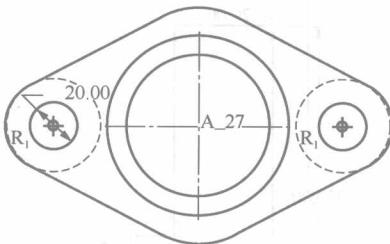

图 1-11 绘制孔特征的二维截面图
(6) 单击 按钮，进入拉伸模式。在“草绘”对话框中，仍然选取第一次拉伸的实体表面为草绘平面，其余接受默认设置，绘制如图 1-11 所示的二维截面图。单击确定按钮 结束草图的绘制，返回拉伸模式。